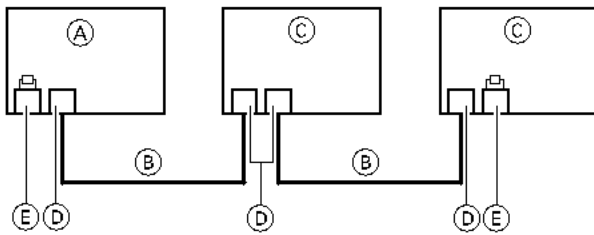

Abb. 57
- Der CAN-BUS der Geräte ist für die BUS-Topologie „Linie“ mit beidseitigem Abschlusswiderstand (Terminierung) ausgelegt: Siehe Abb. 57.